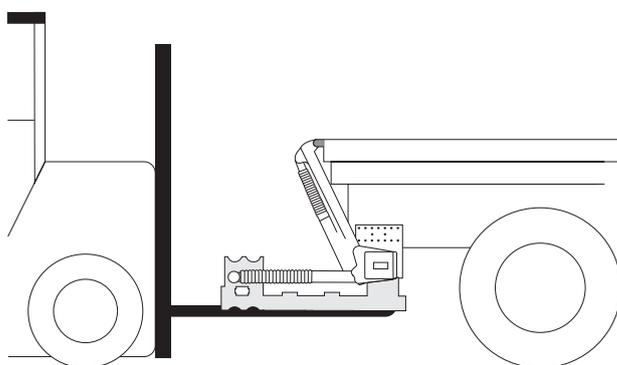

Abb.25. Verpackung der Ladebordwand und Gabelstapler verwenden
6. Der Hubträger sollte innerhalb des angegebenen C-Maßes so hoch wie möglich platziert werden. Justieren Sie die Aufhängung bis zur Idealhöhe unter dem Rahmen. Verpackung der Ladebordwand und Gabelstapler verwenden, siehe "Abb.25. Verpackung der Ladebordwand und Gabelstapler verwenden" auf Seite 21